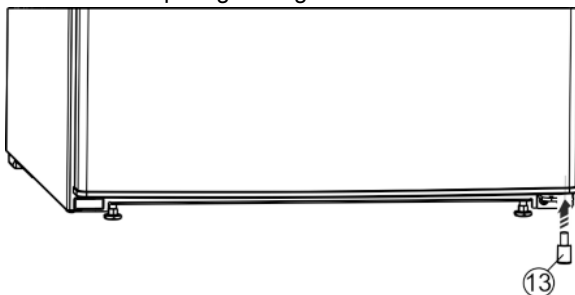

Fig. 11
- ▶ Het afstandsdeel *Fig. 11 (13)* weer rechtsonder in de deur plaatsen, omdat het belangrijk is voor de stabiliteit van het apparaat.